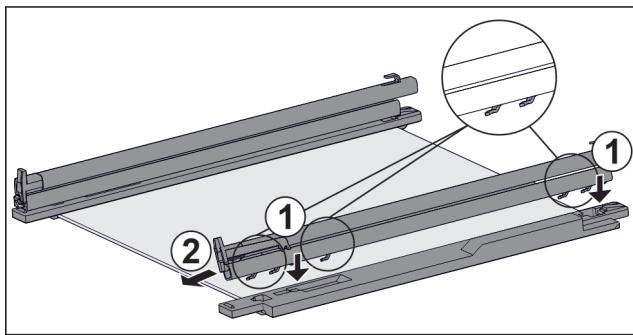

Fig. 156 Glasplatte mit Schienen und Halteteilen
- Haken der Schiene auf die Öffnungen des **linken** Halte- teils setzen. Fig. 156 (1)
- Schiene nach vorne ziehen. Fig. 156 (2)
- Haken der Schiene auf die Öffnungen des **rechten** Halte- teils setzen. Fig. 156 (1)